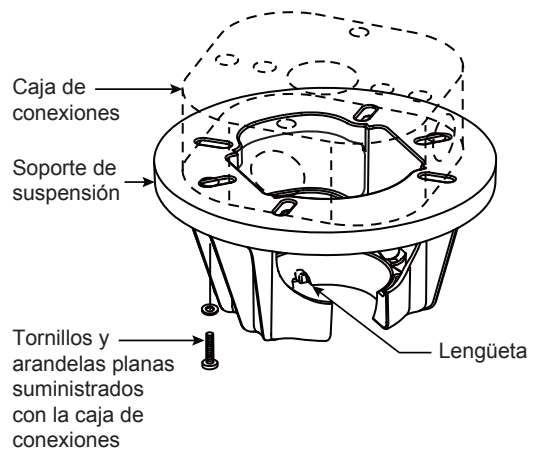
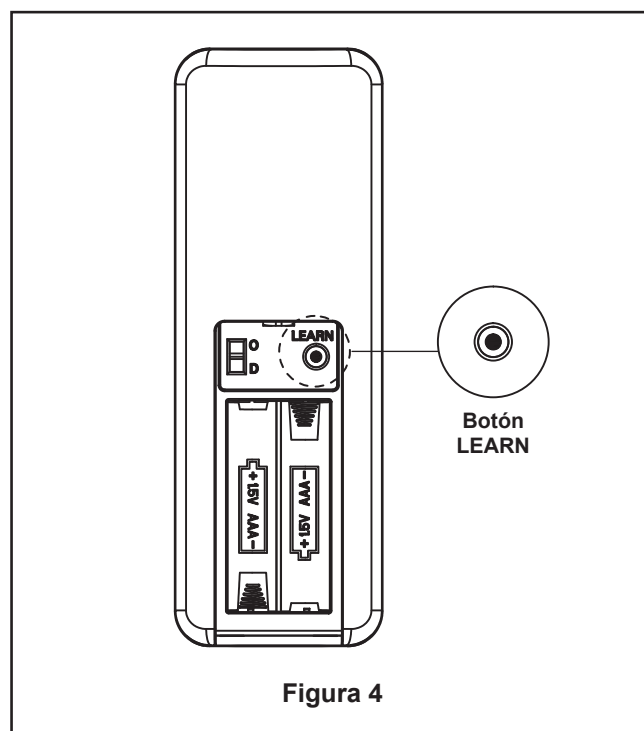

Figura 3
Figura 4
Uso del soporte (Figura 3)
3. Afloje los dos tornillos de fijación del soporte del barral de soporte para techo a través de la varilla. Introduzca los cables a través de la varilla. (Figura 3)
- 1. Fije bien el soporte de suspensión a la caja de conexiones con los tornillos y las arandelas planas suministrados con la misma. (Figura 3)
NOTA: Se deben pasar los tornillos de la caja de conexiones a través de los orificios que se encuentran en el soporte de suspensión. (Figura 3)
3. Con cuidado, levante el ventilador y apoye la unidad del barral/de la semiesfera en el soporte de suspensión que acaba de fijar a la caja de conexiones. (Figura 4) Asegúrese de que la ranura en la semiesfera esté alineada con el reborde del soporte de suspensión. (Figura 3)
2. Realice las conexiones de cables al bloque del terminal como se muestra en la Figura 3.
3. Una vez haya hecho las conexiones, coloque los cables hacia arriba y empújelos cuidadosamente hacia dentro de la caja de la toma de corriente, poniendo los cables blancos y verdes a un lado de la caja y los negros hacia el otro lado. Los cables deben ser colocados de forma extendida poniendo el conductor de la toma de tierra y el conductor de toma de tierra del equipo a un lado de la caja, colocando el conductor sin toma de tierra en el otro lado de la caja. (Figura 4)
4. Instale el conector de 2 clavijas desde placa de iluminación/unidad de luz LED conexión a la unidad del motor. (Figura 4)
- 6. Proceso de aprendizaje:** (Figura 4)
4. Después de crear la cuenta fanSync de Fanimation, puede añadir sus ventiladores en la aplicación. (Figura 4)